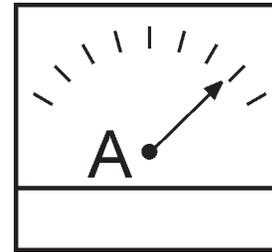

Figure 52. Ampèremètre (Charge)
14. Observez l'ampèremètre de la génératrice (Figure 52) et assurez-vous qu'il affiche la quantité de courant anticipé conformément à la charge. L'ampèremètre n'indique le courant que si la charge est utilisée.